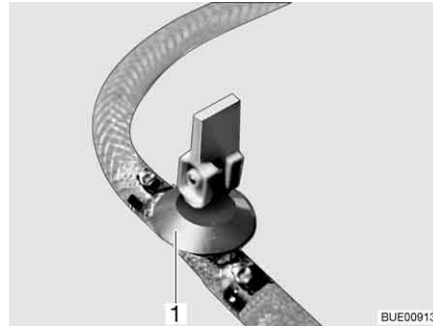

Bild 207 Ablasshahn
- Ablasshahn/Ablasshähne schließen. Dazu den Kipphebel (Bild 207,1) waagrecht stellen.
- Ablasshahn/Ablasshähne (Bild 207) öffnen. Dazu den Kipphebel (Bild 207,1) senkrecht stellen. Der Boiler wird nach außen entleert.